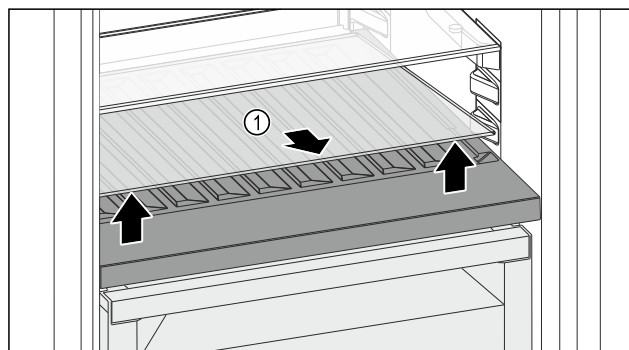

Fig. 214
- ▶ Приподнимите стеклянную пластину Fig. 214 (1) за выемку спереди и извлеките.
- ▶ Уложите стеклянную пластину Fig. 214 (1) на хранение вне устройства.
- ▶ Установите стеклянную пластину (2) под сменной полкой для хранения бутылок.